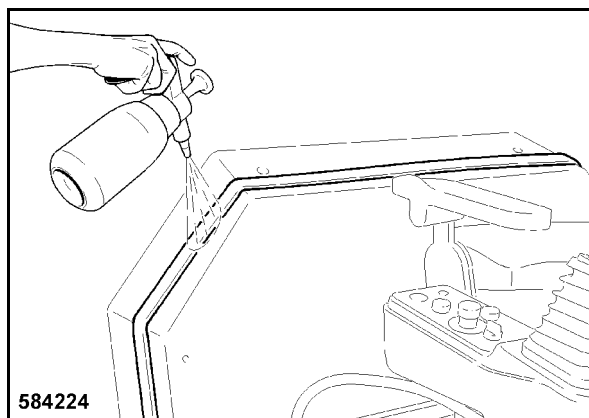

Fig. 204
- Rociar la cinta de obturación con agua jabonosa (Fig. 204) para facilitar el deslizamiento de la cabina sobre el puesto del conductor durante el montaje.